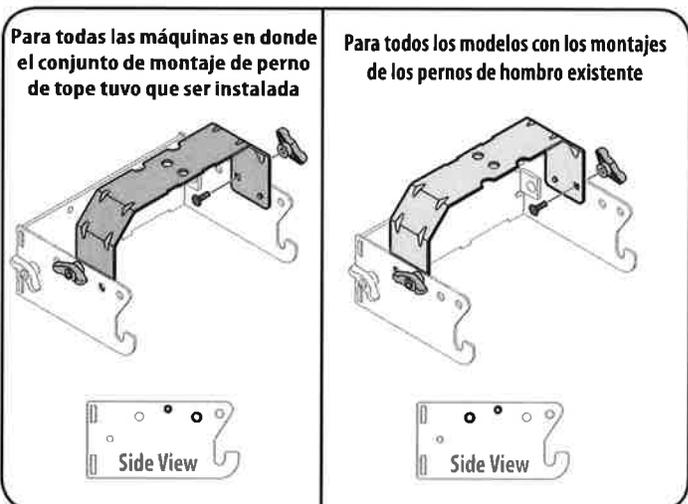

Figura 32
**Nota:** Los orificios más cercanos a los ganchos de montaje se van a utilizar para todas las máquinas de la serie perno de tope no existentes en donde el conjunto de montaje de perno de tope tuvo que ser instalado. Los dos agujeros más cercanos a los cruz montar son para todas las máquinas que tienen una ya existente presente bulón de la espalda, como se muestra en la Figura 8 tendrá la escuadra de soporte de enganche a dar la vuelta para permitir la alineación de los agujeros apropiados en función del modelo de máquina de esta embolsadora está siendo instalado en. Ver Figura 32.